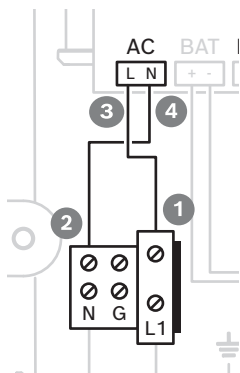

Рис. 3.2: Подключения светодиода
2. Подключите синий провод к порту, помеченному N (рис. 3.2, позиции 2 и 4).
3. Подключите коричневый провод к порту, помеченному L (рис. 3.2, позиции 1 и 3).
4. Подключите единственный коричневый провод к позиции 3, отмеченной буквой L (рис. 3.2).
5. Подключите другой конец коричневого провода к позиции 1, помеченной L1 (рис. 3.2).
6. Подключите единственный синий провод к позиции 4, помеченной N (рис. 3.2).
7. Подключите другой конец синего провода к позиции 2, помеченной N (рис. 3.2).
2. Подключите нейтральный провод к разъему **N** (рис. 3.2).
3. Подключите фазный провод к разъему **L1** (рис. 3.2).